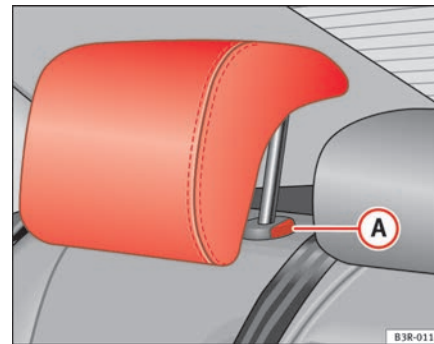

Abb. 111 Äußere Fondsitze: Kopfstützen
- Drücken Sie den Knopf **(A)** ⇒ Abb. 111 und führen Sie die Kopfstütze nach unten.
- Drücken Sie auf die Taste **(A)** ⇒ Abb. 111 und ziehen Sie gleichzeitig die Kopfstütze heraus. ▶